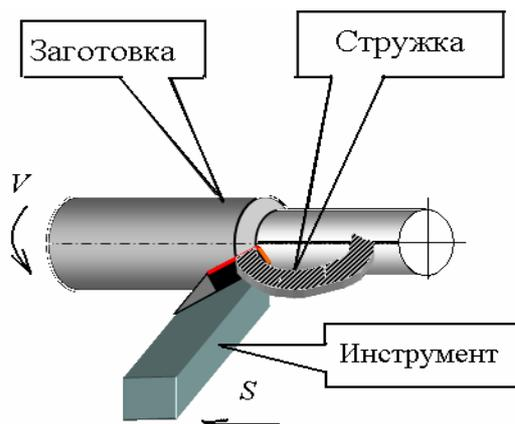

Рис. 60. Схема процесса резания при точении
*Главное движение и движение подачи* (рис. 60) называются рабочими движениями. Рабочие движения предназначены для снятия стружки. Прямолинейное поступательное или вращательное движение инструмента или заготовки, происходящее с наибольшей скоростью в процессе резания и определяющее скорость снятия стружки, называют *главным движением резания*. Скорость главного движения обозначают буквой  $V$ .